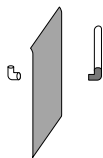

图5
- ③ 拆下固定网眼堵塞指示灯的2个螺栓,将保护弯管也拆下。(图5)